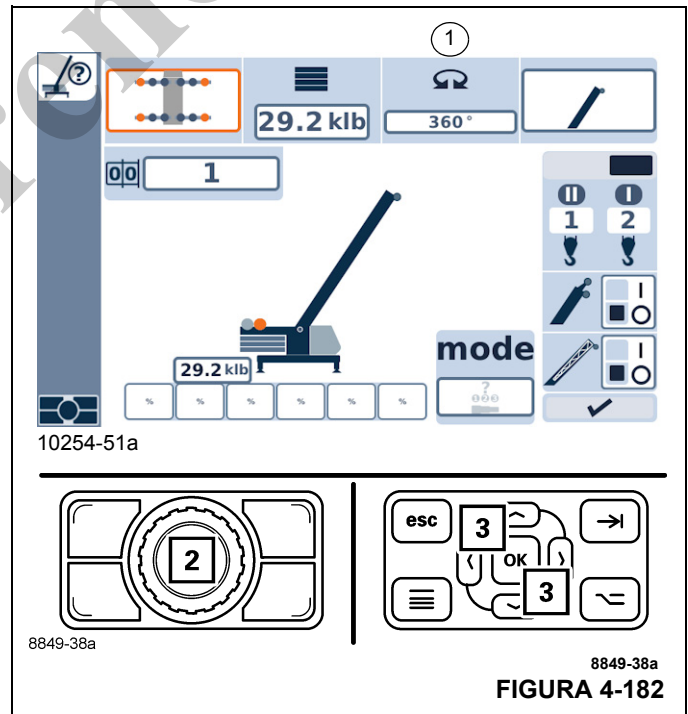

FIGURA 4-182
- Seleccione y confirme el símbolo (1, Figura 4-182).
- Use los botones (2) o (3) para seleccionar la gama de giro requerida; por ejemplo, 360°.